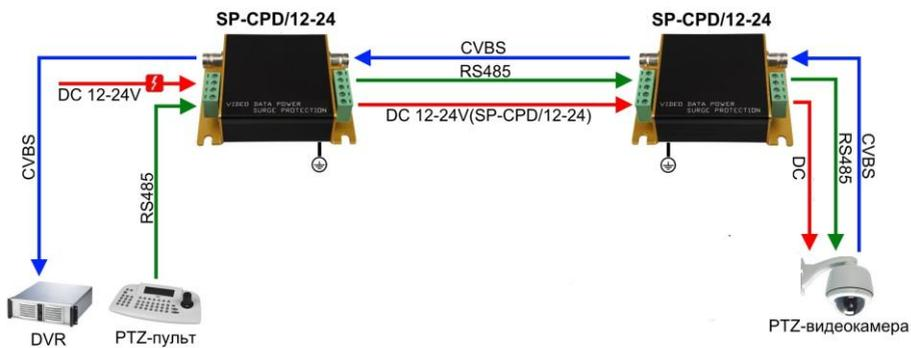

Рис. 3 Подключение SP-CPD/12-24
- Для повышения защищенности оконечных устройств от выгорания рекомендуется использовать грозозащиту с каждого конца линии (рис. 3).